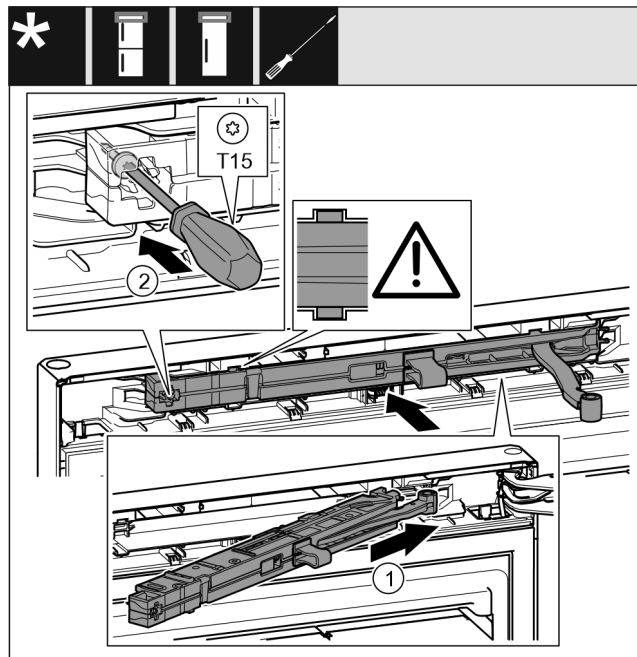

Fig. 29
- ▶ Shtyni pjerrtas deri në fund brenda në fole njësine e amortizatorit të mbylljes Fig. 29 (1), në anën e bazamentit mbështetës.
- ▶ Mbërtheni fort vidën Fig. 29 (2) me një kaçavidë.